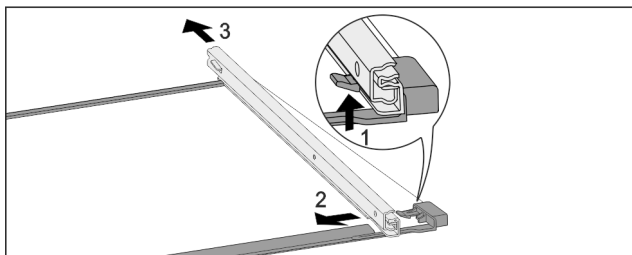

Fig. 173 Glasplatte mit Schienen
- ▶ Vorderen Rasthaken nach oben drücken. Fig. 173 (1)
- ▶ Auszugsschiene zur Seite Fig. 173 (2) und nach hinten Fig. 173 (3) wegschieben.